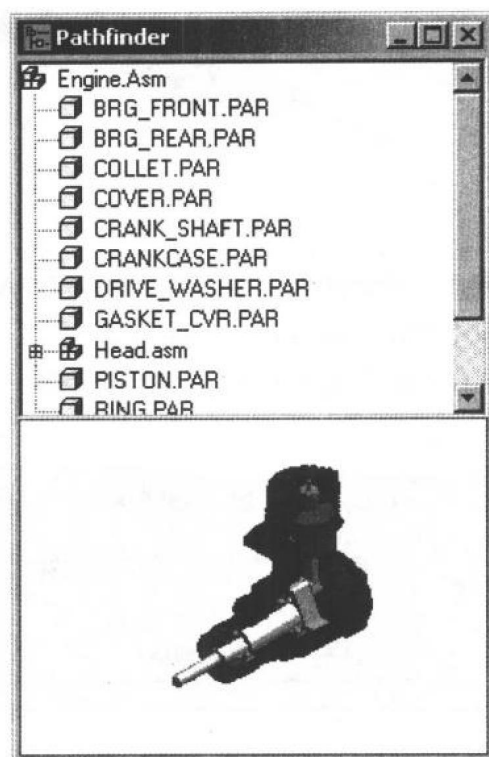

图 1.3
- 点击“Pathfinder”，并查看内含的不同选项，如图 1.3 所示；